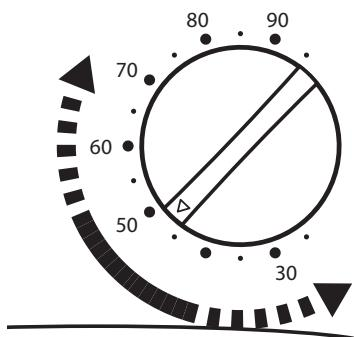

FIGURA 13: Dial
2. Gire el dial para que apunte a la humedad conocida en la zona. "FIGURA 13: Dial".